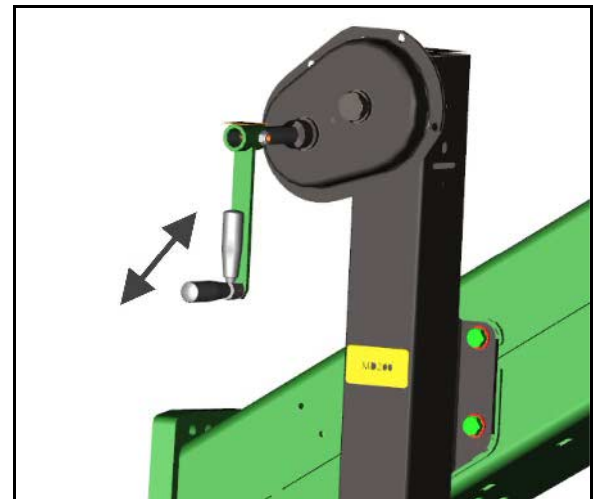

Рис. 58
Прокладання технологічних колій показано на зображенні (Рис. 58) з кількома прикладами:
1. Знайти в сусідній таблиці (Рис. 58):
На зображенні (Рис. 58) наведені приклади прокладання технологічних колій із ритмом 4, 6 і 8.
На зображенні (Рис. 58) наведені приклади прокладання технологічних колій із ритмом 2 і 6 plus.